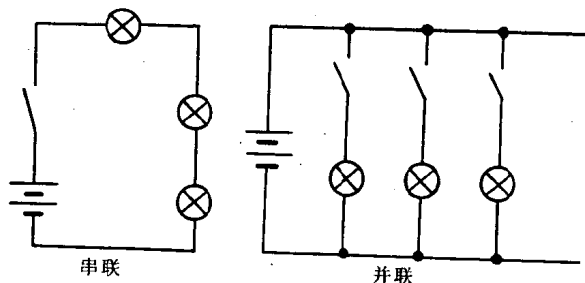

图 1-1 电路的连接
(3)并联:把电路元件并列连接在电路中两点间的连接方法叫并联(见图 1-1)。